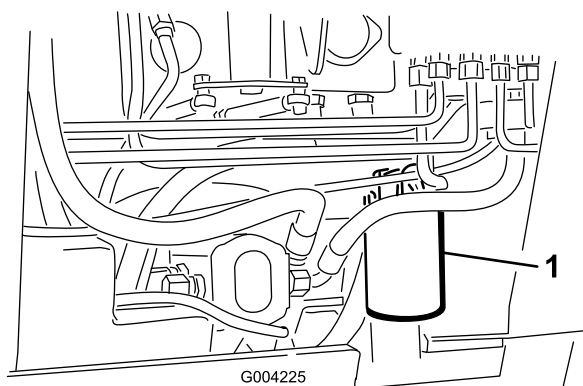

Bild 56
4. Stellen Sie eine Auffangwanne unter den Filter (Bild 56).
5. Entfernen Sie den alten Filter (Bild 56) und wischen Sie die Dichtfläche am Anbaustutzen ab.
7. Drehen Sie den Austauschfilter auf den Anbaustutzen auf (Bild 56). Ziehen Sie ihn nach rechts fest, bis die Gummidichtung den Anbaustutzen berührt. Ziehen Sie ihn dann um eine weitere 3/4 Umdrehung fester.